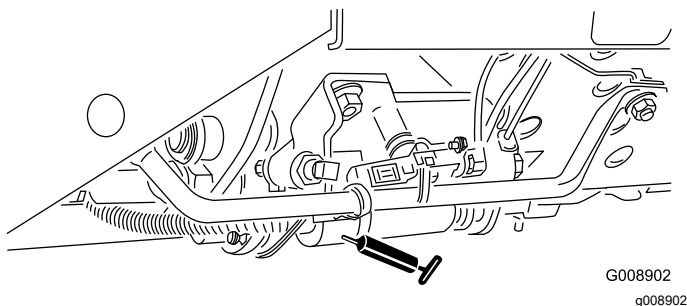

Figure 46
- Sélecteur de tonte/transport (Figure 46)